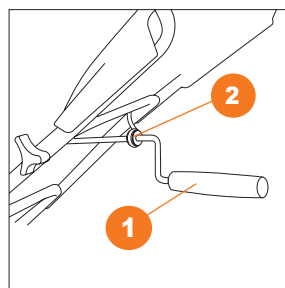

Рис. 11
- Проденьте ручку изменения направления выброса **1** в фиксатор **2** расположенный на нижней рукоятке DAST 3000E (Рис. 11).